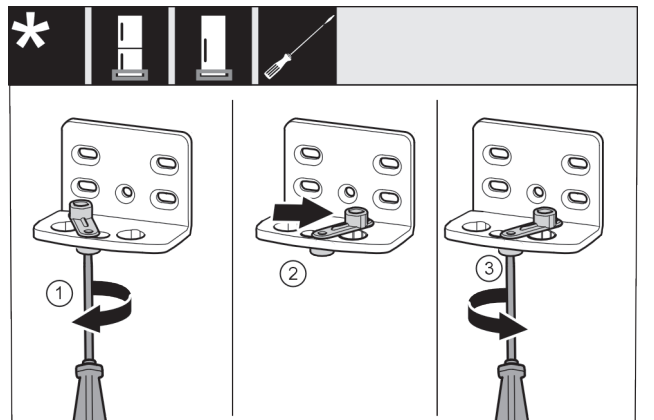

Fig. 19*
- ▶ 将螺钉 Fig. 19 (1) 用螺丝刀拧松。*
- ▶ 将关门辅助装置 Fig. 19 (2) 提起并向右 90° 转入钻孔。*
- ▶ 将螺钉 Fig. 19 (3) 用螺丝刀拧紧。*